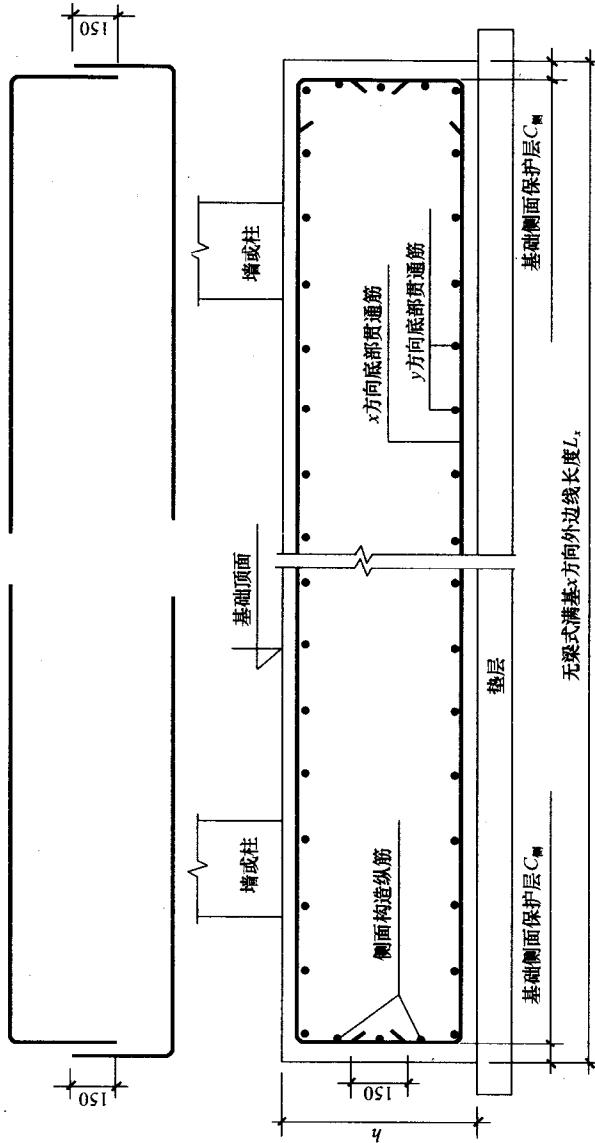

图 1.1.6 交错封边构造底筋 x 方向长度计算图
③交错封边构造，如图 1.1.6 所示。
根据图 1.1.6，可以推导出平板式筏基交错封边构造底筋 x 方向长度计算公式，见表 1.1.3。